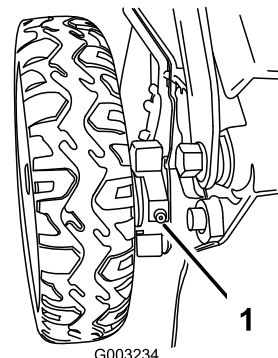

Figure 32
1. Essuyez les graisseurs situés juste à l'intérieur des roues arrière avec un chiffon propre (Figure 32).